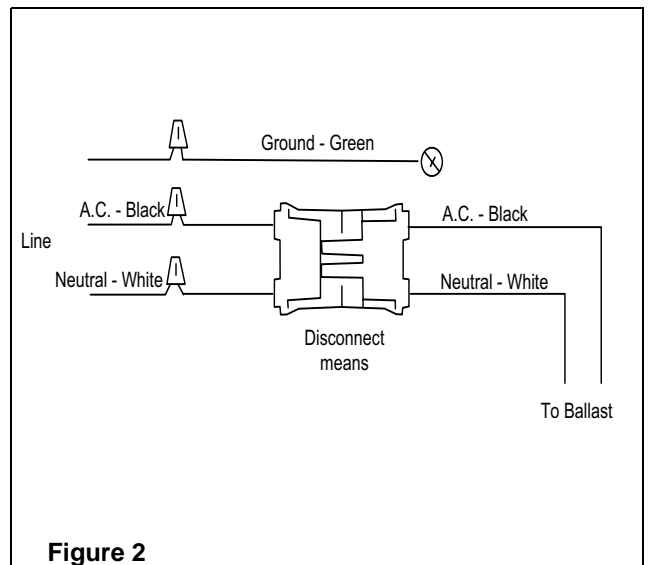

Figure 2
2. Fix the stainless steel hook brackets (5) to the ceiling at 36 inches center to center for the 4 foot fixture and 18-5/8 inches center to center for the 2 foot fixture, using the stainless steel screws provided. Make sure to use the proper anchors depending on the type of ceiling.
3. Attach the back housing (4) to the stainless steel hook brackets (5).
4. Run AC cable of rated voltage into cord grip connector (7) supplied or use sealed conduit and connectors with wire of rated voltage. Make sure you have enough wire length to reach the disconnect means (8) inside the unit.
5. Connect the AC line voltage wires to the disconnect means (8). Line to black wire and Neutral to the white wire. Ground goes to the green wire attached to the gear tray (3) as shown on figure 2. Input AC voltage is indicated on the unit.
6. Snap the gear tray (3) to the back housing (4). **Remove protective film from the aluminized reflector.**
7. Install lamp tubes (2) onto the gear tray (3).
8. Put the lens cover (1) on the back housing (4) and fasten the housing clips.
2. Fixer les deux crochets en acier inoxydable (5) au plafond, à une distance de 36 po. centre à centre pour le luminaire de 4 pied et 18-5/8 po centre à centre pour le luminaire de 2 pied, en utilisant les vis en acier inoxydable fournies. Utiliser le dispositif d'ancrage adéquat selon le type de plafond.
3. Fixer le boîtier (4) aux deux crochets (5).
4. Brancher à l'alimentation C.A. Pour ce faire, utiliser un cordon d'alimentation rond et le passer dans le connecteur de retenue (7) fourni ou utiliser des conduits et connecteurs étanches. Toujours utiliser des fils de tension nominale appropriée. S'assurer d'avoir une longueur de fil suffisante; le fil doit pouvoir se rendre jusque dans le bloc de jonction (8), à l'intérieur de l'unité.
5. Connecter les fils de tension de la ligne à C.A. aux fils noir et blanc qui joignent le connecteur de débranchement et brancher le fil de mise à la terre au fil vert du luminaire tel que montré sur la figure 2. La tension d'entrée C.A. est indiquée sur l'unité.
6. Réinstaller la plaque de montage (3) sur le boîtier (4) en pressant fermement. **Enlever le film protecteur du réflecteur aluminisé.**
7. Installer les lampes (2) sur la plaque de montage (3).
8. Mettre le couvercle (1) sur le boîtier (4) et attacher les pinces du boîtier.